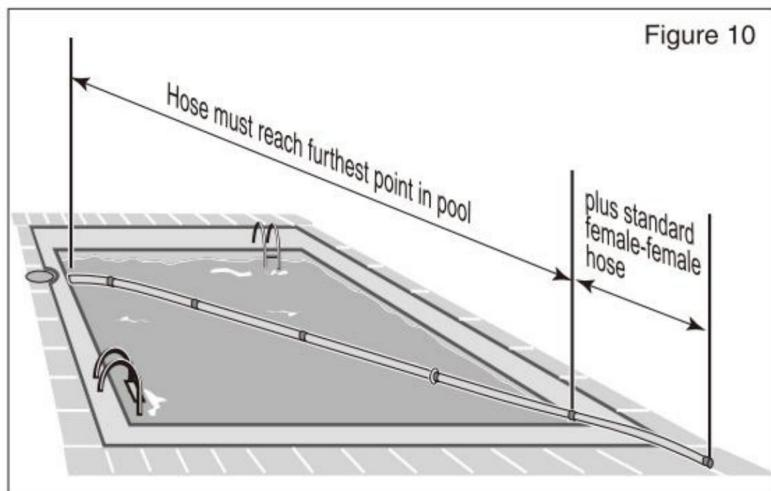

Figure 10
2. Wąż powinien być wystarczająco długi, aby sięgał do końca basenu, plus jeden wąż Sekcja przed standardowym wężem żeńsko-żeńskim, patrz rysunek 10.